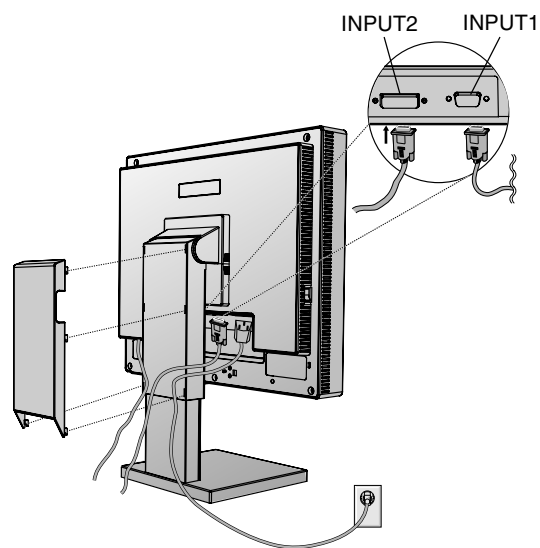
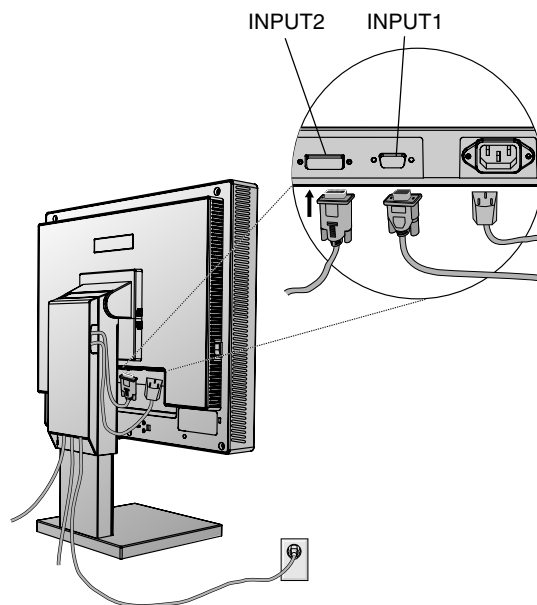

Figura C.1
Figura C.2
3. **Per PC o MAC con uscita digitale DVI:** Collegare il cavo segnali DVI al connettore sul retro del monitor. Posizionare il cavo segnali video (**Figura C.1**). Collegare all'ingresso 2 solo il cavo DVI.
**Per PC con uscita analogica:** Collegare il cavo mini D-SUB a 15 pin al connettore sul retro del monitor. Posizionare il cavo segnali video (**Figura C.1**). Collegare all'ingresso 1 solo il cavo mini D-SUB a 15 pin.
Riunire i cavi e porli dietro al supporto (**Figura C.1**). Coprirli mediante la copertura opzionale (**Figura C.2**).
4. Collegare un'estremità del cavo di alimentazione all'ingresso c.a. sul retro del monitor e l'altra estremità alla presa di alimentazione (**Figura C.1**).